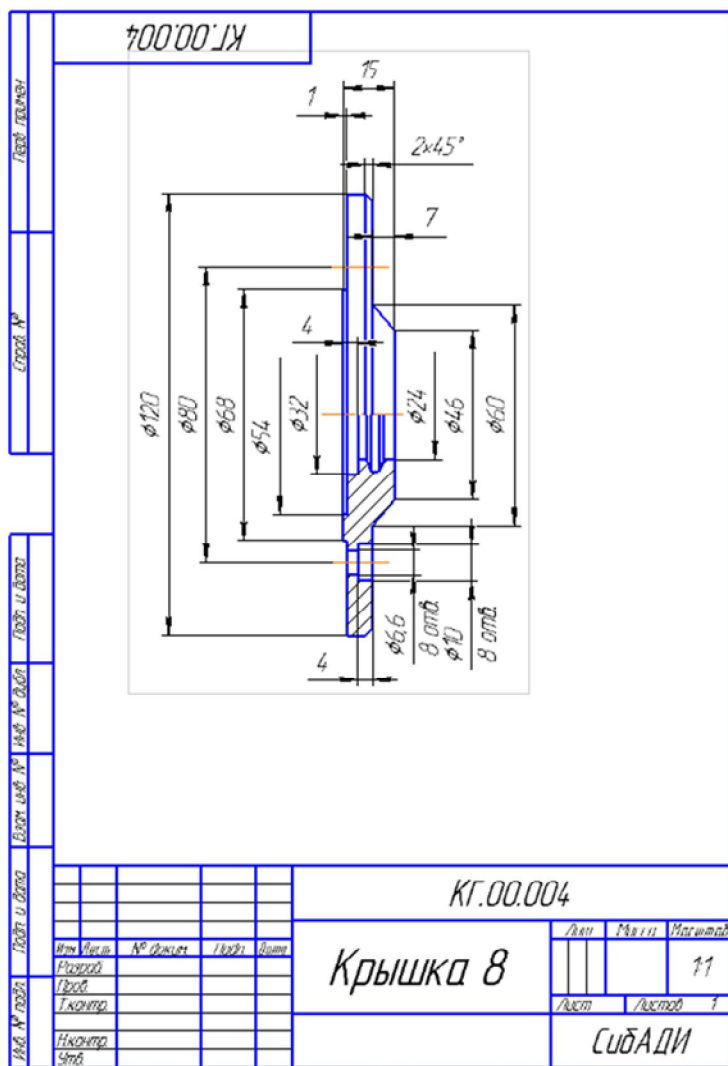

Рис. 4.18. Рабочий чертеж «Крышка 8»
- Откройте рабочий чертеж «Крышка 8», который находится в папке «... \Рабочие чертежи\ Крышка 8 _ КГ.00.004» (рис. 4.18).